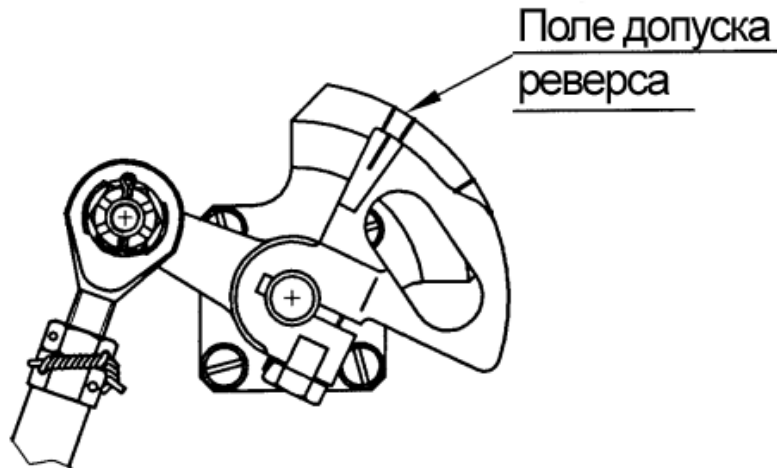

Рисунок 11-21 Регулировка реверсивной мощности – риски
- d) После регулировки максимальной реверсивной мощности переведите рычаг управления двигателя в положение макс. реверса, риска на рычаге с кулачком при этом должна находиться напротив допустимой зоны реверса на шкале регулятора (Рисунок 11-21). Если нет, выполните регулировку в соответствии с Инструкцией по работе двигателя.